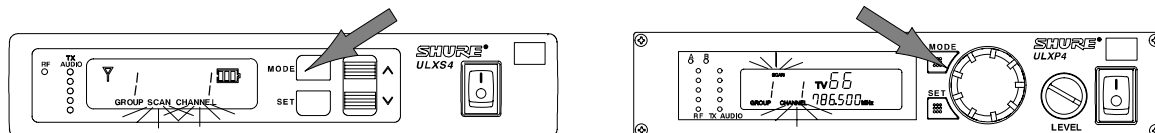

FIGURE 9
- Pour entrer dans le mode de balayage, appuyer une fois sur le bouton «MODE» du récepteur. «SCAN CHANNEL» clignote sur l'affichage comme illustré à la figure 9.